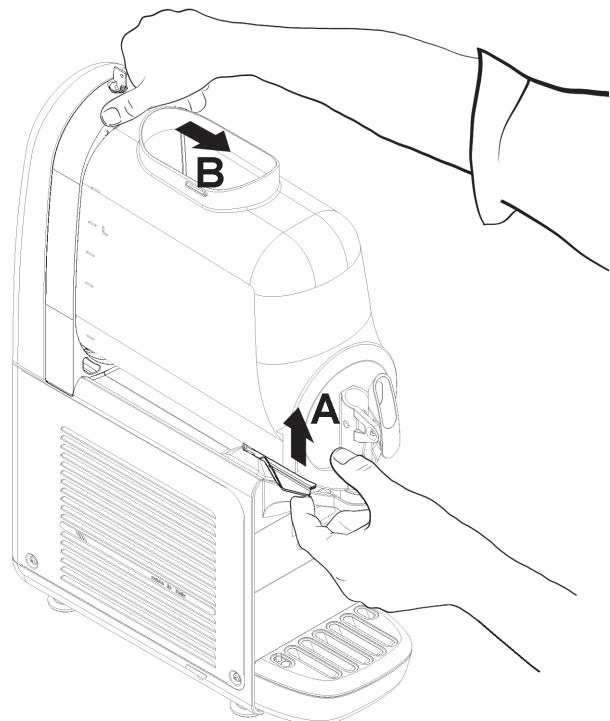

figura 7
- 2 Para desmontar el recipiente es necesario empujar hacia arriba la palanca correspondiente A (ver figura 7) y luego sacar